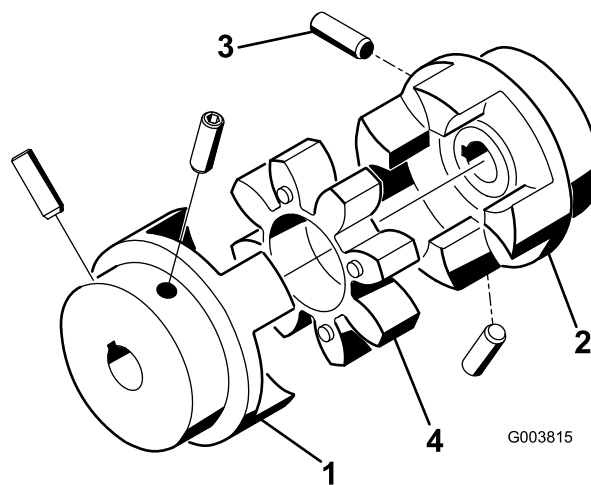

Figura 10
**Nota:** Asegúrese de que la araña de acoplamiento (Figura 10) no está dentro del acoplamiento.
- Apriete los tornillos de fijación que sujetan los acoplamientos del motor y del eje del ventilador (Figura 10) a 6,6–9,3 N-m.